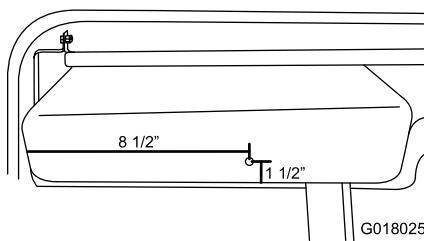

Figura 14
1. Faça um furo de 5/16 pol. no porta-luvas 22 cm a partir da esquerda e 4 cm a partir de baixo (Figura 14).